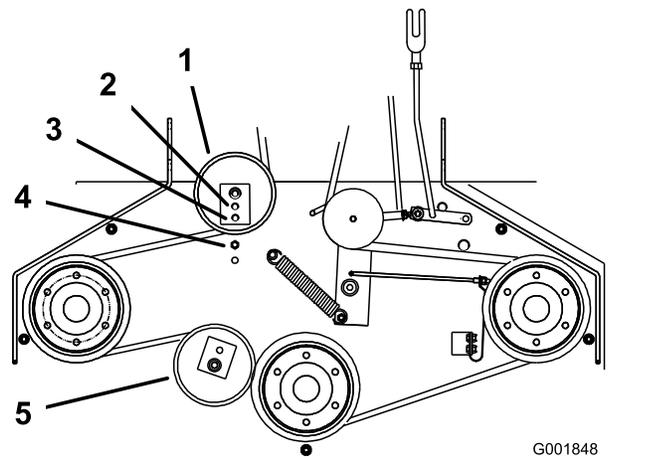

Bild 9
- Wenn sich das Spansschloss nicht mehr einstellen lässt und der Riemen immer noch locker ist, positionieren Sie die hintere Umlenkrolle in der mittleren oder vorderen Bohrung (**Bild 9**). Verwenden Sie das Loch, das die richtige Einstellung ergibt.
- Wenn die Umlenkrolle bewegt wird, muss auch die Riemenführung bewegt werden. Bringen Sie die Riemenführung in die vordere Position (**Bild 9**).